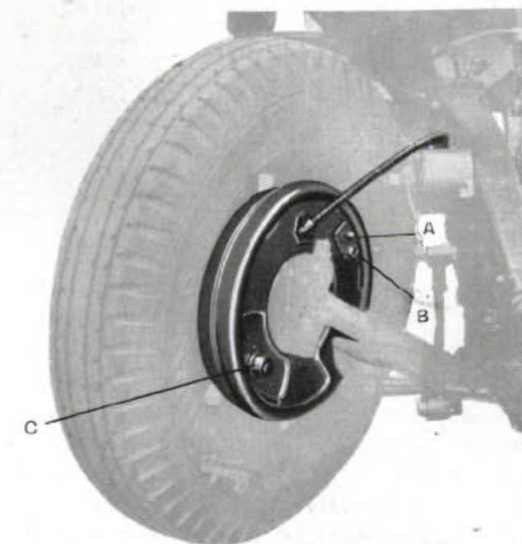
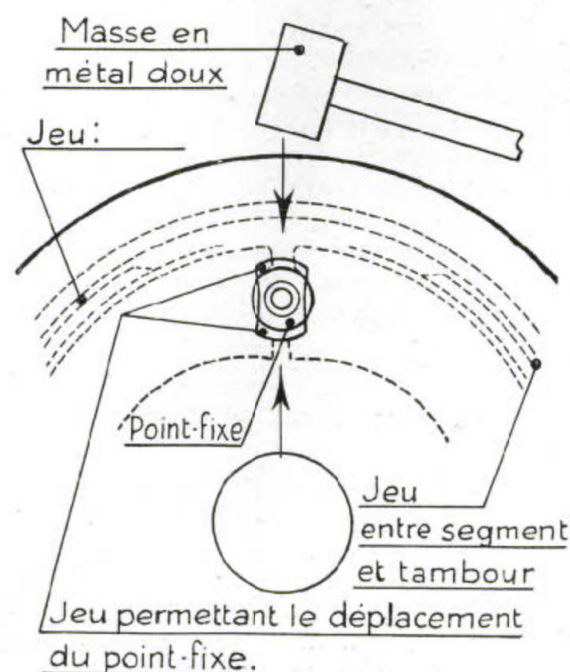

Fig. 17.
Fig. 20.
1. - Réglage. — a) Tourner le méplat de réglage (A) de chaque frein dans le sens des aiguilles d'une montre jusqu'au blocage (Fig. 17).
a) Desserrer l'écrou six pans du centreur (B) (*Fig. 17*) jusqu'à ce qu'il quitte le contact de la rondelle grower.
b) Tourner le méplat de réglage (A) dans le sens des aiguilles d'une montre jusqu'au blocage.
c) Bloquer l'écrou du centreur (B).
c) Desserrer l'écrou six pans de fixation du point fixe (C) (*Fig. 17*) jusqu'à ce qu'il quitte le contact de la rondelle grower.
d) Desserrer l'écrou six pans du centreur (B) (*Fig. 17*) également jusqu'à ce qu'il quitte le contact de la rondelle grower.
e) Tourner le méplat de réglage (A) dans le sens des aiguilles d'une montre jusqu'à expansion totale des segments dans le tambour.
f) Bloquer l'écrou du centreur (B).
g) Visser l'écrou du point fixe (C) jusqu'à environ un tour avant blocage complet.
i) Vérifier en introduisant une cale entre le tambour ajouré et les garnitures, si le jeu entre les segments et le tambour est bien le même sur toute la longueur des garnitures. Si nécessaire, régler le point fixe en frappant avec une masse de métal doux dans le sens voulu — vers le centre ou vers l'extérieur du frein (*Fig. 20*) — pour obtenir un centrage correct des segments.
Faire tourner la roue dans les 2 sens pour s'assurer que les segments ne frottent pas sur le tambour. Dans le cas contraire déplacer le point fixe en frappant avec une masse en métal doux dans le sens voulu — vers le centre ou vers l'extérieur (*Fig. 20*) — pour supprimer le contact des segments sur le tambour.